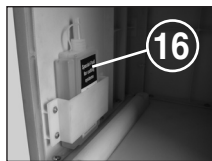

fig. 6
Extraire le réceptif collecteur (14), prendre la burette d'huile (16) (Fig. 6) hors de son support situé dans le caisson d'armoire et réinsérer le réceptif.